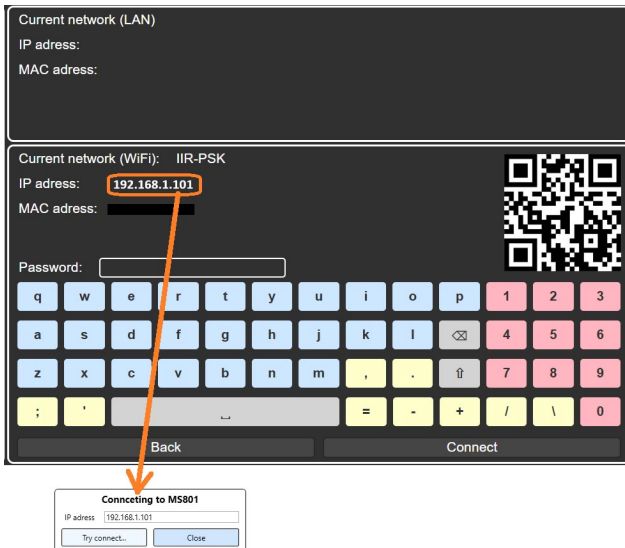

Figura 26.
2. A continuación, pulse el botón «Connect to MS801». Se abrirá una ventana en la que deberá introducir la **dirección IP** del probador (ver Figura 26). La **dirección IP** necesaria puede consultarse en la configuración del probador, en el menú **Network Setting**.